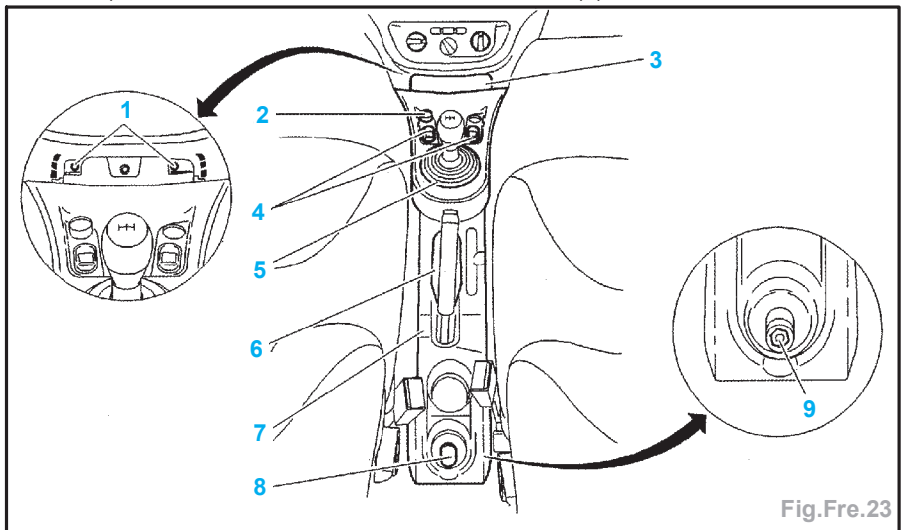

Fig.Fre.23
- Déposer (Fig.Fre.23) :
- le cache arrière (8),
- l'écrou (9),